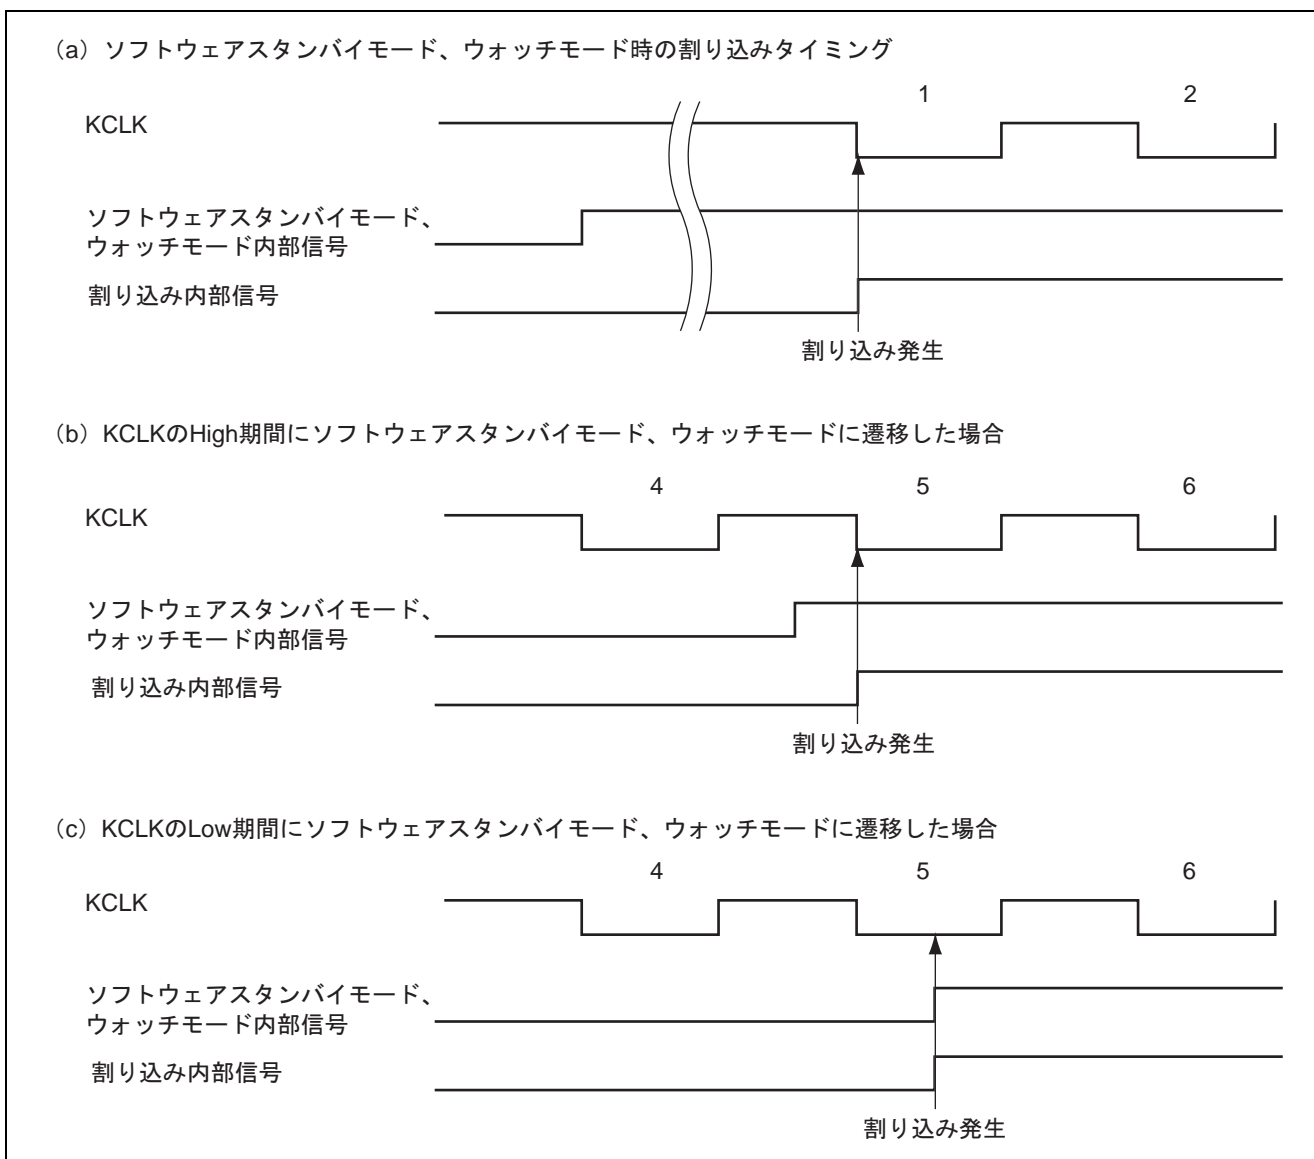

図 19.14 ソフトウェアスタンバイモード、ウォッチモード時の割り込みタイミング
1st KCLK 立ち下がり割り込みでソフトウェアスタンバイモード、ウォッチモードの解除が可能です。ただしこの場合、ソフトウェアスタンバイモード、ウォッチモード遷移後の最初の KCLK にて割り込みが発生しません (図 19.14 参照)。
- 送信中にソフトウェアスタンバイモード、ウォッチモードに遷移し1st KCLK立ち下がり割り込みで解除した場合、解除直後はソフトウェアスタンバイモード、ウォッチモード遷移前の状態が保持されています。割り込み処理ルーチンで初期化の処理が必要です。また、割り込み発生について図19.14の (b)、(c) のような注意が必要です。